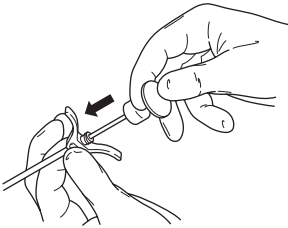

Abbildung 3 – Knochenzement mit dem Knochenzement-Obturator injizieren
- Den Knochenzement unter fluoroskopischer Kontrolle mit dem Knochenzement-Obturator injizieren (Abbildung 3).